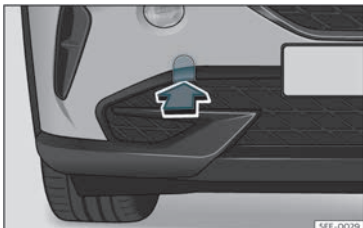

Fig. 43 No lado dereito do parachoques dianteiro:retirar a tapa.
A cavidade da argola de remolque enroscaada sitúase no lado dereito do parachoques dianteiro detrás dunha tapa»» **fig. 43** .
- Retire a tapa facendo presión na zona inferior da mesma e déixea colgando do vehículo»» **fig. 43** .